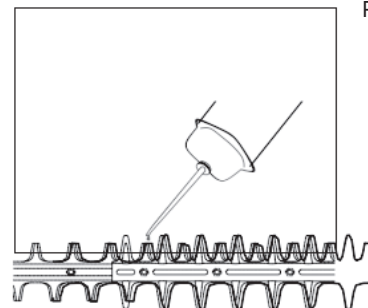

Рис. 15
2. Положите инструмент на ровную поверхность. Нанесите антикоррозийное масло по краям лезвий. Включите ножницы на некоторое время, чтобы масло равномерно распределилось по поверхности лезвий (рис. 15).